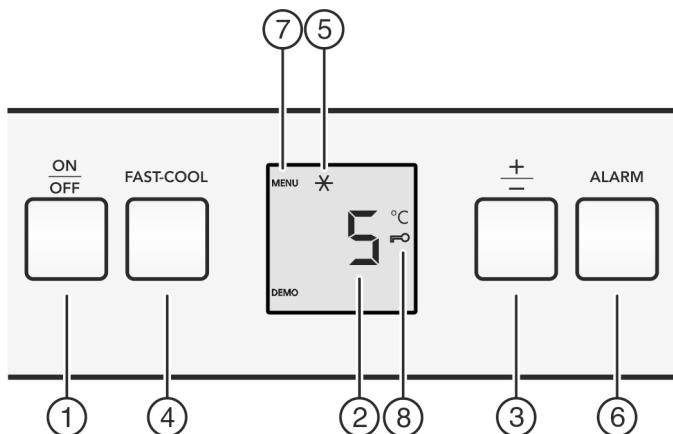

Fig. 2
- Appuyez sur la touche marche/arrêt Fig. 2 (1).
- Appuyer environ 5 secondes sur la touche Fast-Cool Fig. 2 (4).
- Le symbole Menu Fig. 2 (7) apparaît dans l'affichage.
- Confirmer brièvement avec la touche Fast-Cool Fig. 2 (4).
- Le symbole Sécurité enfants Fig. 2 (8) s'allume dans l'affichage.
- Appuyer brièvement sur la touche On/Off Fig. 2 (1).
- Appuyer sur la touche Alarme Fig. 2 (6).
- Appel de la fonction température : appuyer sur la touche de réglage « +/- » Fig. 2 (3).
- Modifier la température en étapes de 1 °C : appuyer plusieurs fois sur la touche de réglage « +/- » Fig. 2 (3) jusqu'à ce que la température choisie s'allume dans l'affichage de la température.
- Appuyer brièvement sur la touche Fast-Cool Fig. 2 (4).
- Le symbole Fast-Cool Fig. 2 (5) s'allume dans l'affichage.
- Le symbole Fast-Cool Fig. 2 (5) s'éteint dans l'affichage.